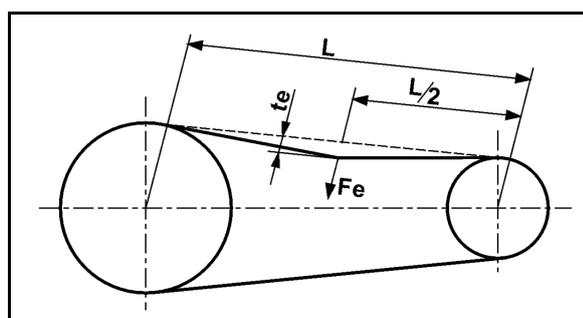

Fig. 191
- Desmontar, como mínimo, una vez al año la membrana de pistón (Fig. 191/8) para comprobar que se encuentra en buen estado.
- Prestar atención a la posición de montaje que ocupan las válvulas en el lado de aspiración y en el de presión, antes de extraer los grupos de válvulas (Fig. 191/5).
- Cambiar siempre todas las membranas de pistón (Fig. 191/8), aunque sólo una de ellas esté hinchada, rota o sea porosa.
2. Soltar las tuercas (Fig. 191/1, 2).
3. Retirar el canal de aspiración y el de presión (Fig. 191/3 y Fig. 191/4).
4. Extraer los grupos de válvulas (Fig. 191/5).
5. Retirar las tuercas (Fig. 191/6).
6. Retirar la culata (Fig. 191/7).
7. Comprobar la membrana de pistón (Fig. 191/8).
- Fijar la membrana de pistón (Fig. 191/8) con la arandela de retención y el tornillo (Fig. 191/11) en el pistón (Fig. 191/9), de modo que el borde quede mirando hacia el lado de la culata (Fig. 191/7).
- Es imprescindible apretar las tuercas (Fig. 191/1,2) en cruz y con el par de apriete indicado. Si los tornillos no se aprietan como es debido, se produce una deformación y, en consecuencia, una falta de estanqueidad.
1. Soltar el tornillo (Fig. 191/11) y retirar la membrana de pistón (Fig. 191/8) junta con la arandela de retención del pistón (Fig. 191/9).
3. Extraer el cilindro (Fig. 191/10) de la carcasa de la bomba.
6. Volver a colocar el cilindro (Fig. 191/10) en la carcasa de la bomba.
7. Montar la membrana de pistón (Fig. 191/8).
8. Embridar la culata (Fig. 191/7) en la carcasa de la bomba y apretar los tornillos (Fig. 191/6) en cruz y uniformemente.
9. Montar los grupos de válvulas (Fig. 191/5), tras haber concluido la comprobación y la limpieza.
11. Embridar el canal de aspiración (Fig. 191/3) y el de presión (Fig. 191/4) en la carcasa de la bomba.
12. Apretar las tuercas (Fig. 191/1,2) en cruz y con un par de apriete de **25 Nm (BP 160-185) / 20 Nm (AR 250-280)**.